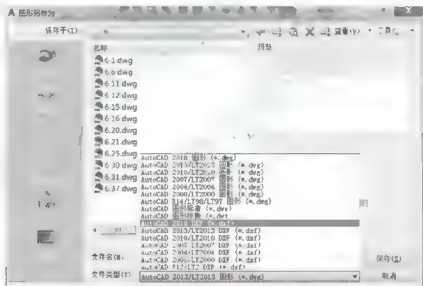

图 6.77 AutoCAD 保存的格式类型
(1) 执行菜单栏中的【视图】|【三维视图】|【西南等轴测】命令,使视图成为轴测视图。
(2) 执行菜单栏中的【文件】|【另存为】命令,在弹出的【图形另存为】对话框中打开【文件类型】下拉列表,里面有 AutoCAD R12 LT2~AutoCAD 2018 7 个版本的 DXF 格式,如图 6.77 所示。